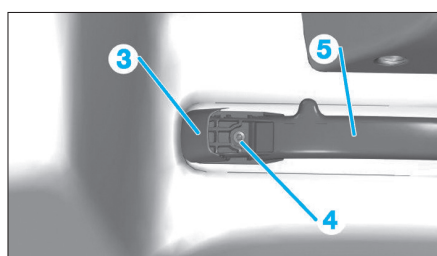

Fig. 40
- Dégrafer l'enjoliver (3) de la poignée puis déposer la vis (4) (Fig.40).
- Déposer la poignée (5).
- Dégrafer l'enjoliver de la poignée puis déposer la vis (Fig.40).